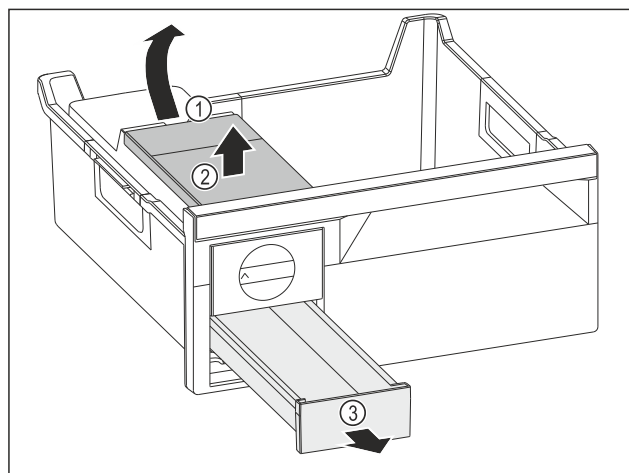

Fig. 75
- Wassertank entnehmen: Wassertank an der Aussparung Fig. 75 (1) anheben.
- Wassertank Fig. 75 (2) nach oben entnehmen.
- Eiswürfelschubfach Fig. 75 (3) nach vorne entnehmen.